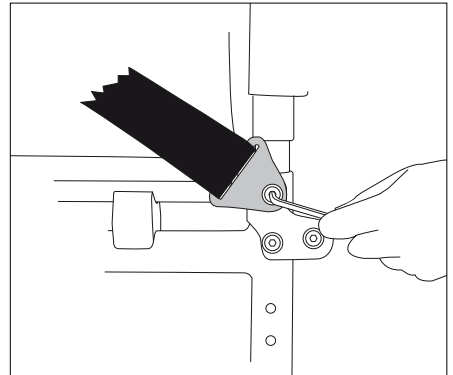

Bild 38
- Montera höftbältet som det visas i bild 38. Använd skruven du tagit loss.